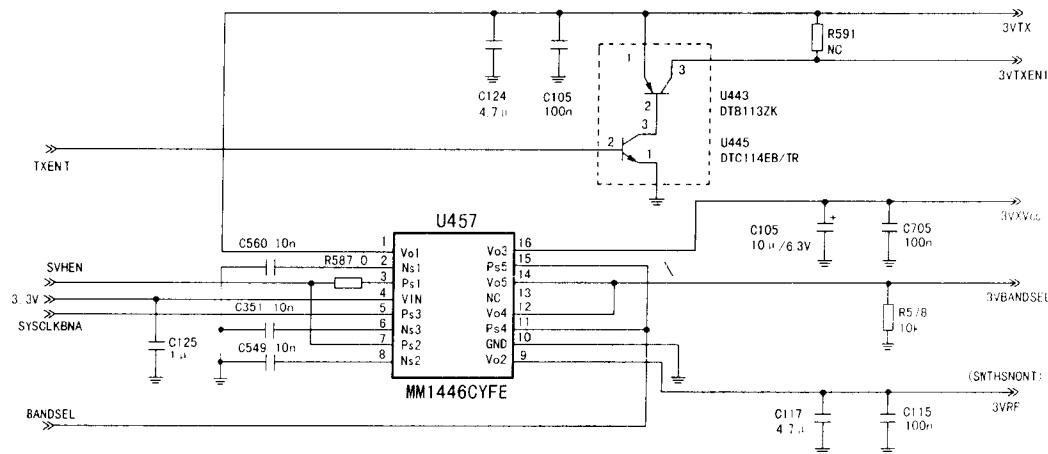

图 1-5 射频部分电路供电原理图
三星 SGH-A288 射频部分电路的供电电路主要由 U457、U443、U445 等组成，射频稳压模块 U457 的电源由电源稳压模块输出的 3.3V 提供，分别稳压输出四路电压供各部分电路使用，其工作原理电路如图 1-5 所示，其中第①脚输出的 3VTX 一方面为收发信道切换电路提供电源，产生 3VTXEN2，另一方面送给由 U443 和 U445 组成的开关电路产生 3VTXEN1 给发射 VCO、射频信号处理等提供工作电源；第⑨脚输出 3VRF 为射频信号处理器 U305 和接收本振模块 U302 提供工作电源；第⑫、⑭脚输出的 3VBANDSEL 为射频信号处理器 U305 和收发信道切换电路提供工作电源；第⑯脚输出的 3VXXV_{CC} 为 13MHz 晶